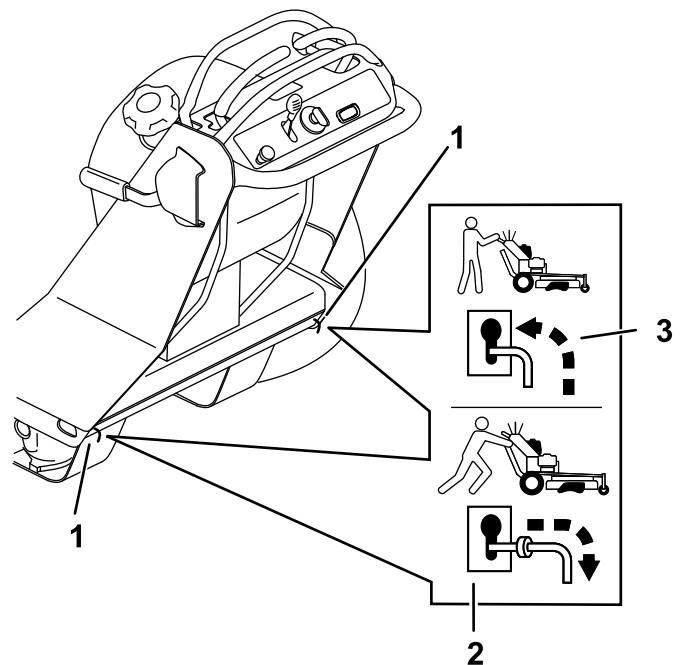

Figure 65
4. Tirez les deux leviers de dérivation en arrière dans la fente en trou de serrure et abaissez-les pour les verrouiller en position (Figure 65).
7. Coupez le moteur et poussez les leviers de dérivation en avant dans la fente en trou de serrure et abaissez-les pour les verrouiller en position (Figure 65).